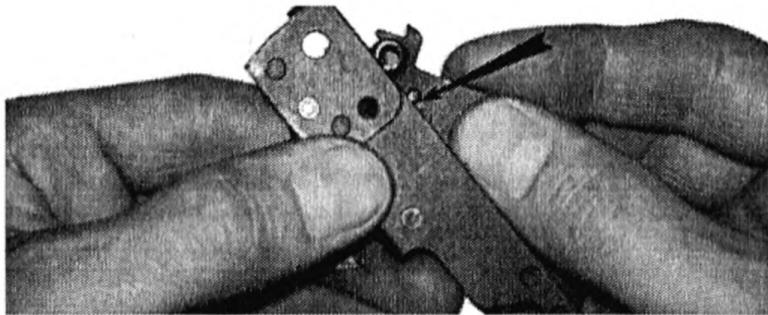

Рис. 17
– установить курок в корпус так, чтобы его штифт оказался спереди от разобщителя, совместить посадочные отверстия и зафиксировать осью (рис. 17);